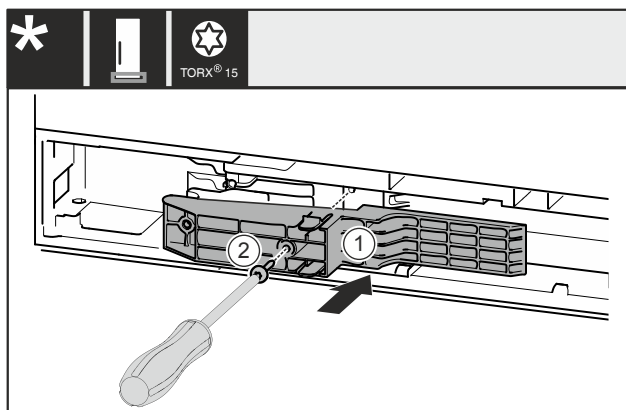

Fig. 45 \*
- Schraube Fig. 45 (2) mit Schraubendreher fest-schrauben.\*
- Adapterstück Fig. 45 (1) auf der Griffseite in die Aussparung einsetzen.\*